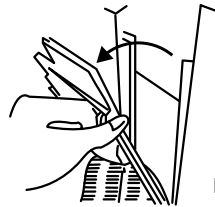

Figura 1
1. Retire el filtro contra desbordamiento como muestra la figura 1.